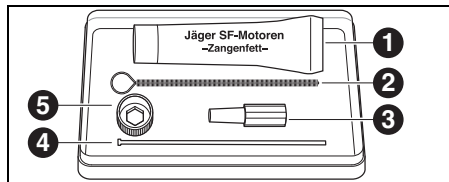

Fig. 26 Kit d'entretien pour la broche Jäger
- ▷ Légèrement graisser le cône extérieur de la pince de serrage avec de la graisse pour pince ([1] dans la figure 26 sur la page 111) comprise dans le set.